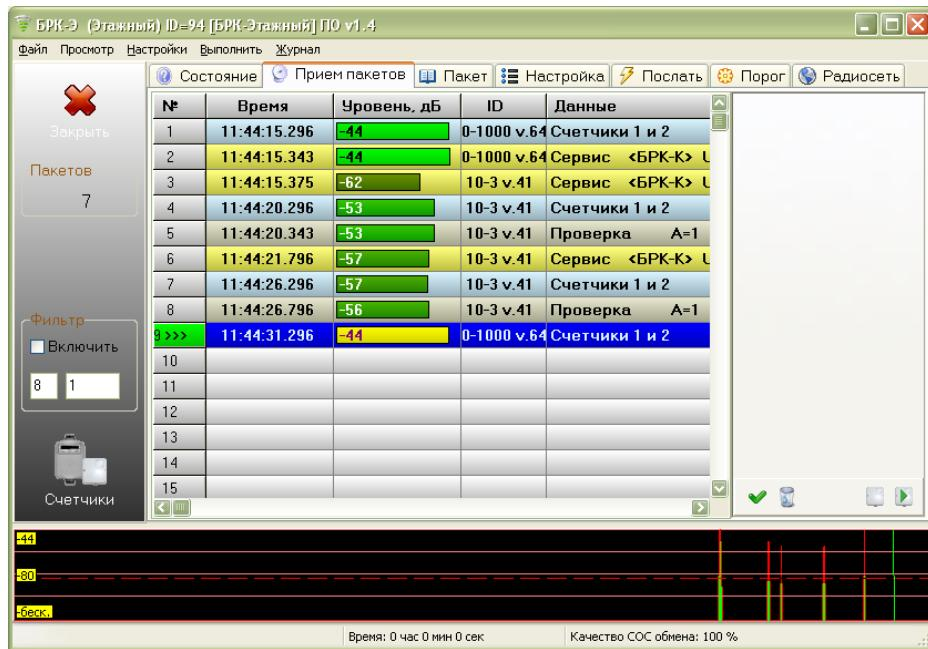

Рисунок 30 - Окно БРК-Э
5) Из списка найденных устройств выбрать требуемый БРК-Э и нажать на кнопку «Тест». Откроется окно работы с БРК-Э (рисунок 30).